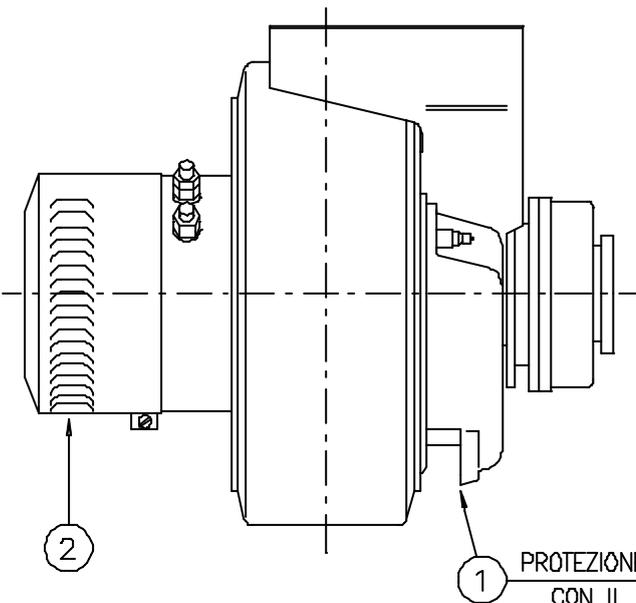
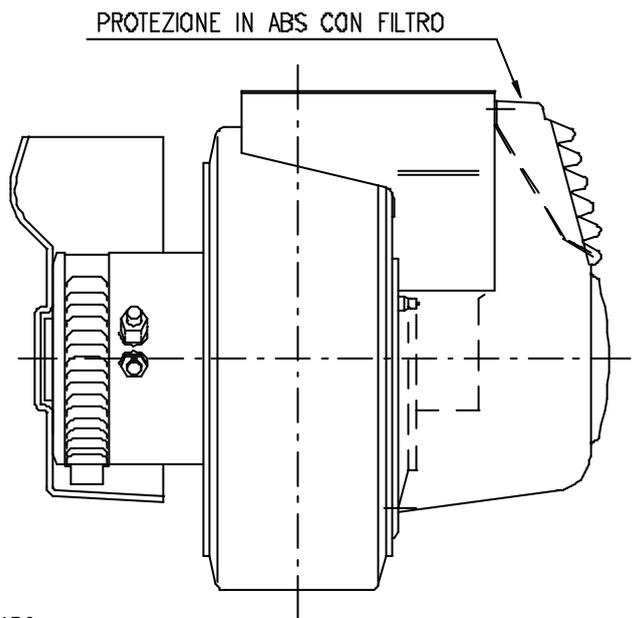

Fig. 8
Fig. 9
Les roues motrices équipés d'un ventilateur, côté commutation, sont munis d'un filtre situé sur le réducteur, du côté opposé au moteur (fig.8 pos.1 et fig.9).
Par contre si le ventilateur est l'intérieur du moteur, démonter le carter et nettoyer le filtre avec de l'air comprimée (fig.8 pos.2)